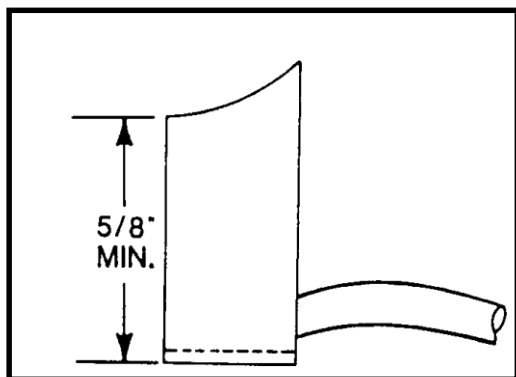

FIGURA 13 LUNGHEZZA MINIMA DELLA SPAZZOLA
- b) Verificare se le spazzole si muovono all'interno del loro supporto e verificarne il livello di usura e le condizioni generali. Se una spazzola è rotta, crepata, gravemente danneggiata o usurata fino a una lunghezza inferiore a 16 mm sul lato corto, procedere con la sua sostituzione (Figura 13). Quando si sostituisce una spazzola, è buona prassi sostituire anche tutte le altre. Tenere sempre a portata di mano delle spazzole di ricambio.